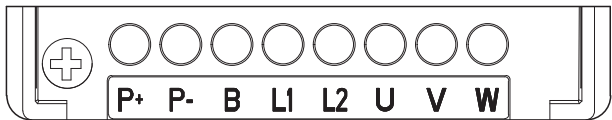

图5-8 主回路端子NVF5-0.4/TD2~2.2/TD2
5.3.1 单相230V系列（NVF5-0.4/TD2~2.2/TD2）如见图5-8及表5.1